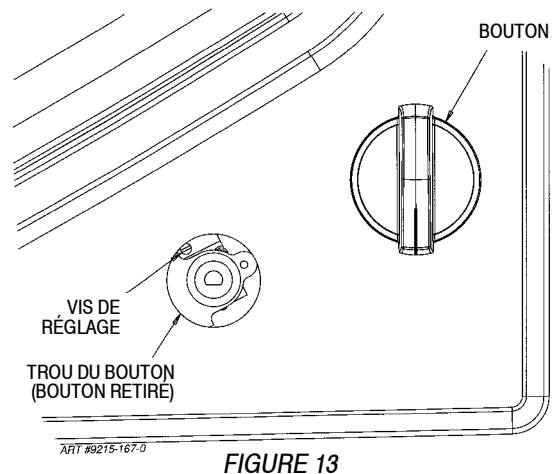

FIGURE 13
(Voir figure 13)
3. Localiser la vis de réglage de la tige. Voir la figure 13.
- Localiser la vis de réglage de la tige. Voir la figure 13.